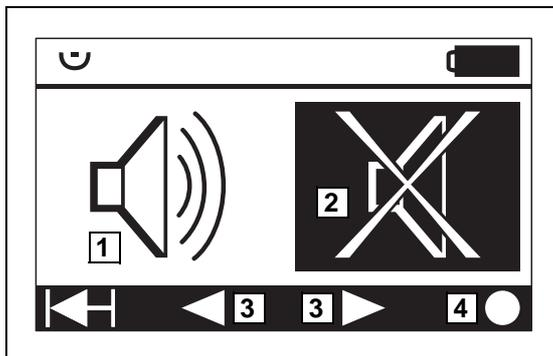

Fig. 91 : Réglage du signal sonore du pilier
- Signal sonore du pilier MARCHE / ARRET (5) (►► Fig. 91).
- ☒ Valider le réglage souhaité avec la touche multifonction (6).